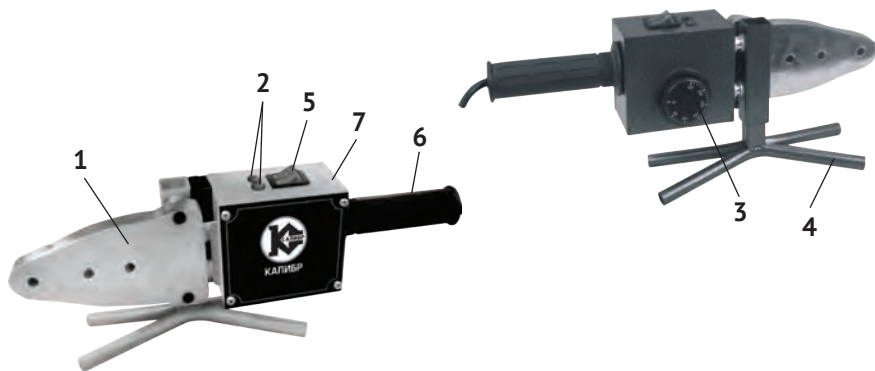

рис. 1
4.1 Общий вид сварочного аппарата представлен на рис. 1
4.2 Сверху на корпусе (рис.1 поз.7) аппарата расположены клавиши (рис.1 поз.5) переключателя режимов нагрева и, соответствующие им индикаторы (рис.1 поз.2). Нажав одну клавишу, устанавливаем режим нагрева с мощностью 1000 Вт, при нажатии обеих клавиш устанавливается режим нагрева с мощностью 2000 Вт. Включение ТЭНа (при подключённом к сети аппарате) и установка температуры осуществляется ручкой термостата (рис.1 поз.3). Термостат поддерживает (в интервале от 50 до 300 °С) выставленную температуру в автоматическом режиме.
6.1 Из кейса извлеките подставку (рис.1 поз.4). Установите её на ровной и надёжной поверхности рабочего стола (верстака).
6.3 С обеих сторон нагревательного элемента (рис.1 поз.1) установите и через отверстия закрепите парные насадки, необходимые для предстоящей работы. Насадки должны быть чистыми.
7.1 Включите сварочный аппарат в сеть. Включите ручкой (рис.1 поз.3) термостат и установите необходимую (для конкретного материала) температуру сварки.
7.2. Для достижения рабочей температуры нагревательного элемента (рис.1 поз.1) и установленных насадок потребуется некоторое время. Выключатель (рис.1 поз.5) имеет 2 режима нагрева тэна: I - 1000 Вт, II - 2000 Вт. Индикаторные лампочки (рис.1 поз.2) указывают на нагрев в одном из режимов и готовности сварочного аппарата к работе. Будьте крайне осторожны.
Корректировку температуры производите регулятором температуры нагрева ручкой термостата (рис.1 поз.3).